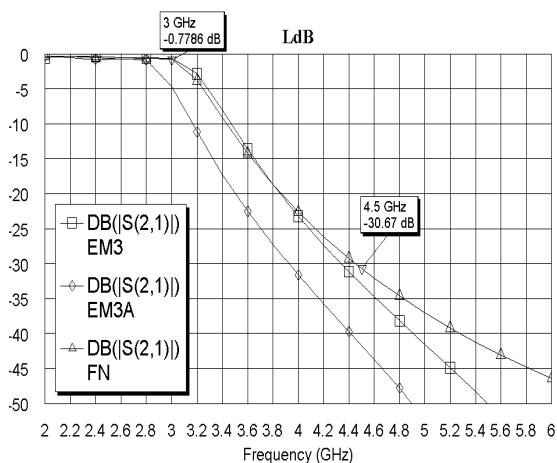
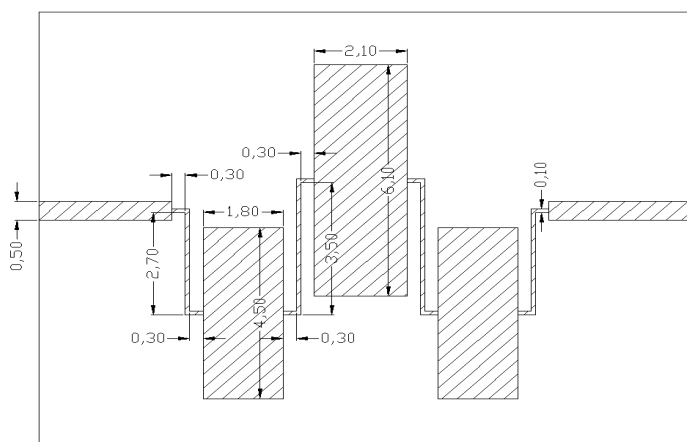

Рис.2.14
Рис. 2.15
- Укоротите все емкостные проводники на 1 мм (по 0.5 мм с верхней стороны и нижней, как описано в п. 3). Откройте окно графика и щёлкните по значку **Analyze** на панели инструментов. Полученный график показан на рис. 2.14. Полученная характеристика уже удовлетворяет поставленным требованиям. Окончательная топология фильтра показана на рис. 2.15.